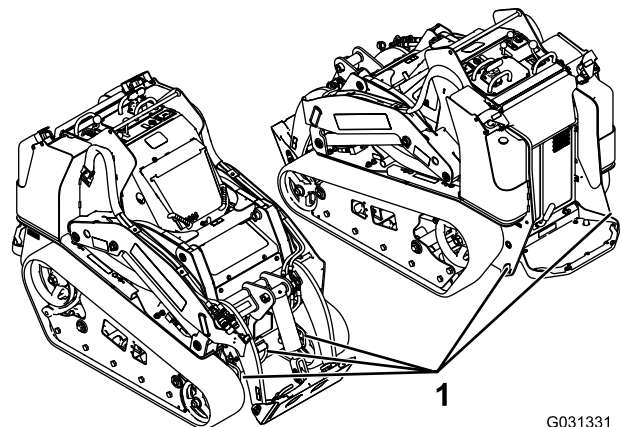

Bild 29
8. Befestigen Sie die Maschine mit den Metallbefestigungsschleifen und Riemen, Ketten, Kabel oder Seilen am Anhänger oder Pritschenwagen (Bild 29). Halten Sie die örtlichen Vorschriften für die Vergütung ein.
Sie können die Maschine mit den Vergurtungsstellen bzw. Hebeschlaufen als Hebestellen anheben, wie in Bild 29 abgebildet.